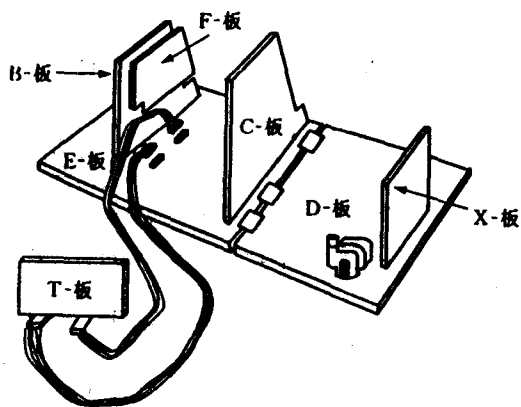

图 6
2. 如图 6 所示, 在分别的电路板与 E-板或 D-板之间连接延长导线。